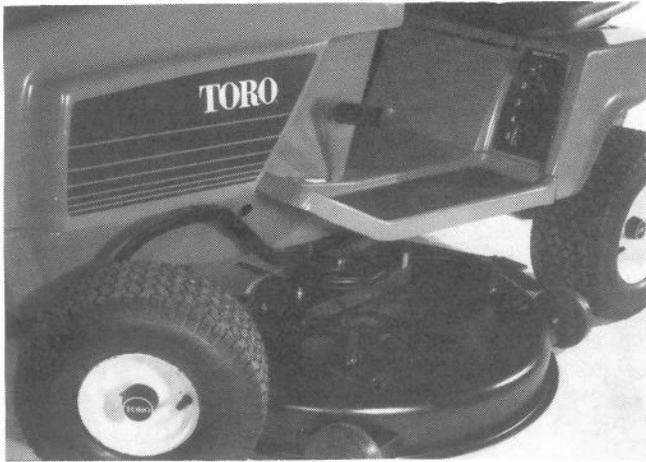

Abbildung 22
2. Das Mähwerk auf seine Räder und Walzen absetzen und unter den Aufsitzmäher schieben (zuerst vorne)(Abb. 22).